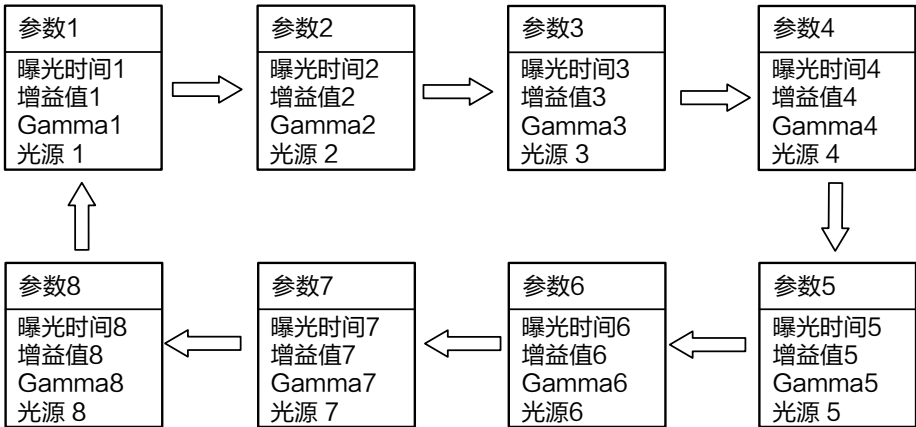

图3-17 轮询示意图
3. 从轮询参数的 Param1~Param8 中选择 2~8 套参数，通过开启或关闭所选参数下的轮询参数使能决定该组参数是否参与轮询。8 套参数之间的轮询示意图如图 3-17 所示。